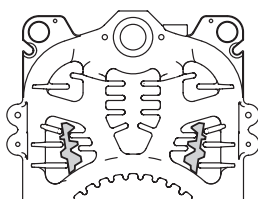

Рис. 8
3.3.1 Отделение дымообразования в котлоагрегате (Рис. 8)